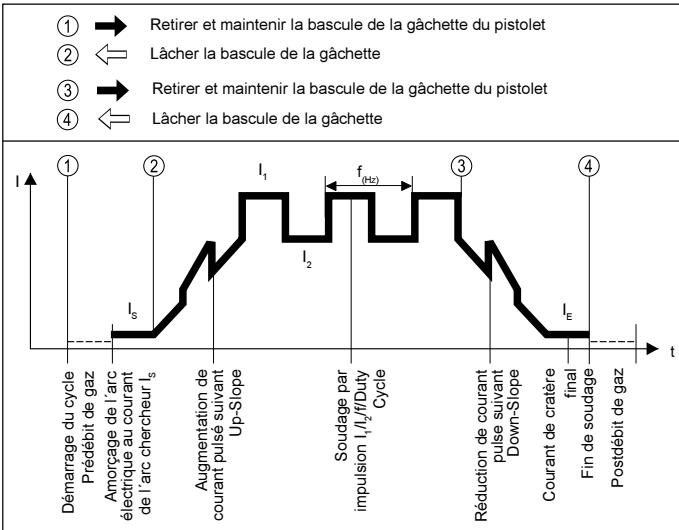

Fig. 16 Enchaînement de séquences en fonctionnement à courant pulsé avec TR 50mc (4 temps)
- DEL (13) sur la source de courant clignote
- Régler le mode de service désiré par le sélecteur de mode de fonctionnement (4)
- Le témoin DEL correspondant (5), (6), (7) ou (8) est allumé
- Préselectionner la gamme de fréquence moyennant le sélecteur de gamme (27) (0,2 - 2 Hz/2 - 20 Hz/20-200Hz/200-2000Hz)
- Le courant pulsé I_1 est réglé continument par le régulateur (2) de min.-max.
- Le courant de base I_2 est réglé en pourcentage du courant pulsé I_1 par le régulateur (26).
- Le Duty-Cycle (*rapport de connexion de courant I_1 à courant de base I_2 , en % à fréquence constante*) doit être réglé par le régulateur (26).
- Mettre le régulateur de fréquence pulsée (24) sur la valeur désirée.
- La phase de pulsation dans le mode de fonctionnement à 4 temps commence déjà après avoir lâché la gâchette du pistolet en Up-Slope. Comme on peut voir dans fig. 16, le courant dans la phase de diminution est aussi pulsé.